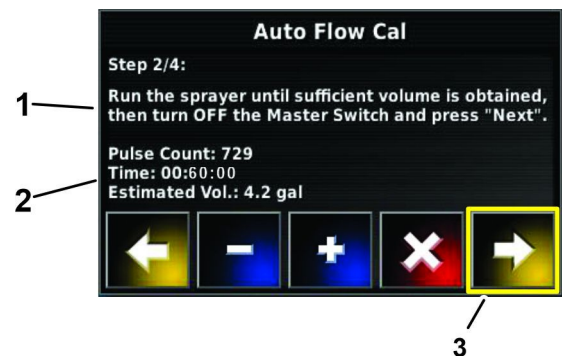

Figura 171
5. En la consola de control, en el paso 2 de 4 del asistente de calibración de caudal automático, cuando el contador de tiempo llegue a 60 segundos (Figura 171), ponga el interruptor de sección maestro de la máquina en la posición de DESACTIVADO.
7. En el paso 2 de 4 del asistente de calibración de caudal automático, pulse el icono Siguiente (Figura 171).